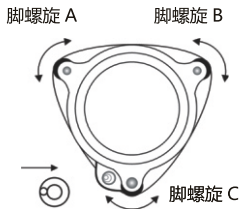

图 1
- (1) 将脚架安置在测试点上，仪器安装在三脚架基座强制中心孔内，锁紧基座固定钮，使仪器稳定。
- (2) 调节三脚架高度，使望远镜高度与观测高度大致相同。
- (3) 相向转动脚螺旋 A、B 使气泡移至垂直于 A、B 连线的圆水准器线上（图 1），转动脚螺旋 C，使水泡居于圆水准器中心（图 2）。